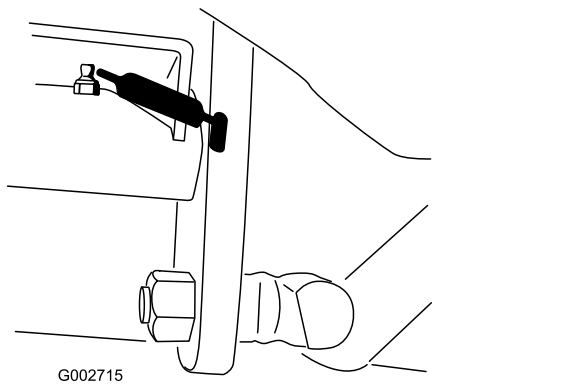

Figura 20
- 1 cuscinetto girevole del pedale della trazione (Figura 20).